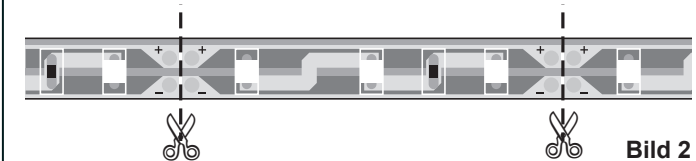

Bild 2
2. LED-Platine, falls erforderlich, kürzen (Bild 2).
1. LED-Platine, falls erforderlich, kürzen (Bild 2).
LED-Platinen können jeweils nach drei LEDs getrennt werden (Bild 2).